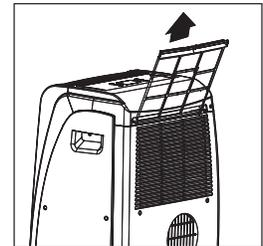

Fig. 29.
- Les filtres sont situés dans la grille d'admission (fig. 29).